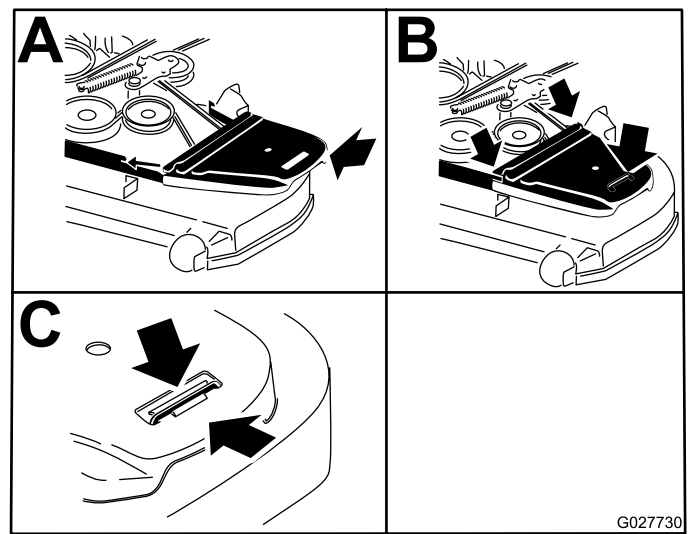

Bild 85
12. Bringen Sie die Riemenabdeckungen wieder an (Bild 85).
Die Bundmutter kann eingestellt werden, um einen besseren Widerstand zu erhalten, wenn die Fahrtriebshebel in die ARRETIERTE NEUTRAL-Stellung gebracht werden. Einstellungsoptionen finden Sie in Bild 85.